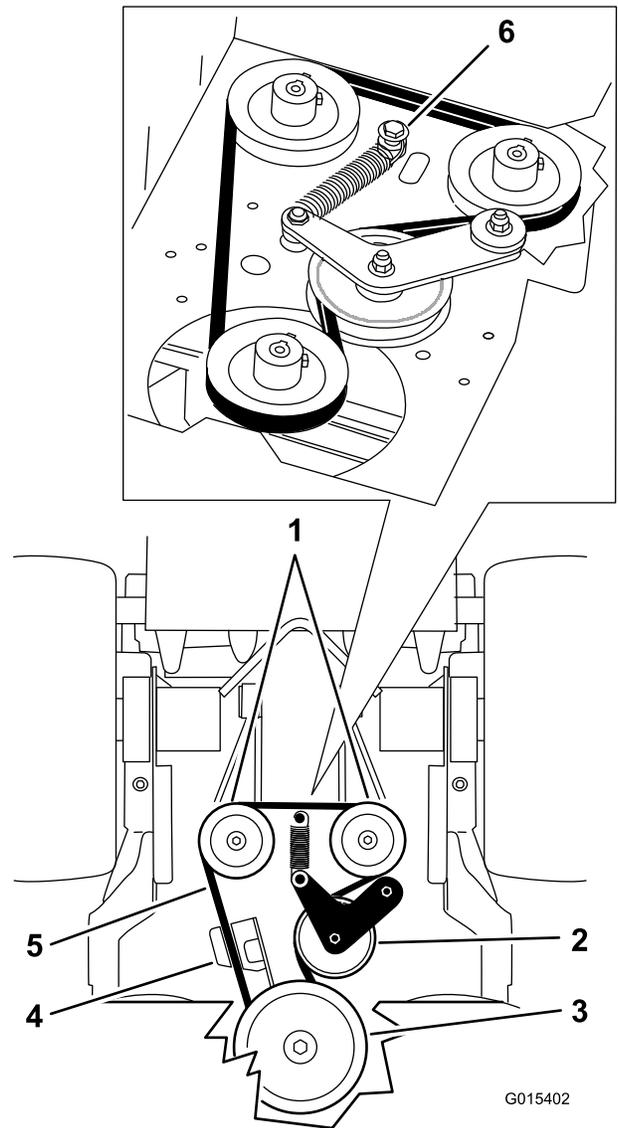

Figura 70
5. Retire el perno de cuello largo, la tuerca y la arandela de la carcasa del motor y del muelle (Figura 70).
6. Retire la correa de transmisión de la bomba (Figura 70).
8. Instale el muelle en el perno de cuello largo y la arandela, y conéctelo a la carcasa del motor con la tuerca (Figura 70).